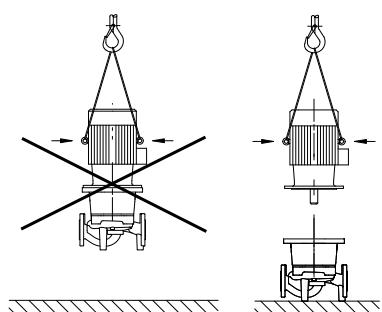

Fig. 20: Transporte del motor
- **Las argollas de elevación situadas en el motor sirven solo para transportar la carga del motor y no la bomba completa (Fig. 20).**